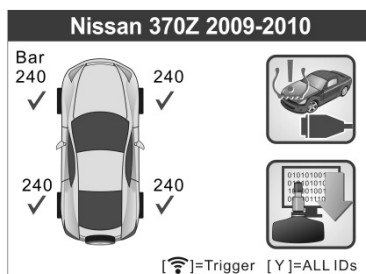

Abbildung 4.17
- 2) Es wird ein Aktivierungsbildschirm mit der Information des zuvor aktivierten Sensors angezeigt (Abbildung 4.17). Wählen Sie über die Scrolltasten **NACH OBEN/UNTEN** und **NACH LINKS/RECHTS** den gewünschten Reifen aus und drücken Sie die Taste **TEST**, um den Sensor erneut zu aktivieren, oder drücken Sie die Taste **Y**, um alle detaillierten Sensordaten anzuzeigen (Figure 4.18).